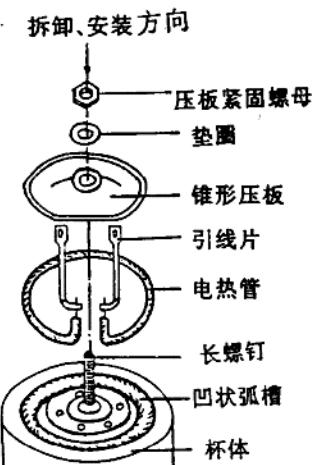

图 1-1-5 拆卸、安装电热管
(2) 按图 1-1-5 所示拆出压板紧固螺母、垫圈、锥形压板后便可拆下电热管。
(3) 选一根功率、形状与原电热管相同的新电热管嵌入杯底凹槽板内，将拆下的各零件按与拆时的相反顺序一一装好。
(4) 装配完毕要测量检查，检查方法与上述判断电热杯好坏相同。注意：测绝缘电阻时若铝杯表面有一层漆膜，测量时表笔不能接在漆膜上，应改接在其他有金属裸露的部分，也可用测电笔检查绝缘情况，若有漏电或短路应排除。
(5) 通电试验：在较短时间内手摸杯体感到微热即为完好。